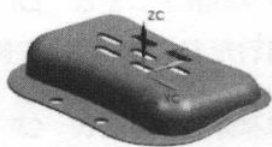

图 1.2 定义后的模具坐标系
Step2. 锁定模具坐标系。在“注塑模向导”功能选项卡 **主要** 区域中单击“模具坐标系”按钮 ，系统弹出“模具坐标系”对话框；选中 **产品实体中心** 单选项，然后选中 **锁定Z位置** 复选框；单击 **确定** 按钮，完成模具坐标系的定义，结果如图 1.2 所示。